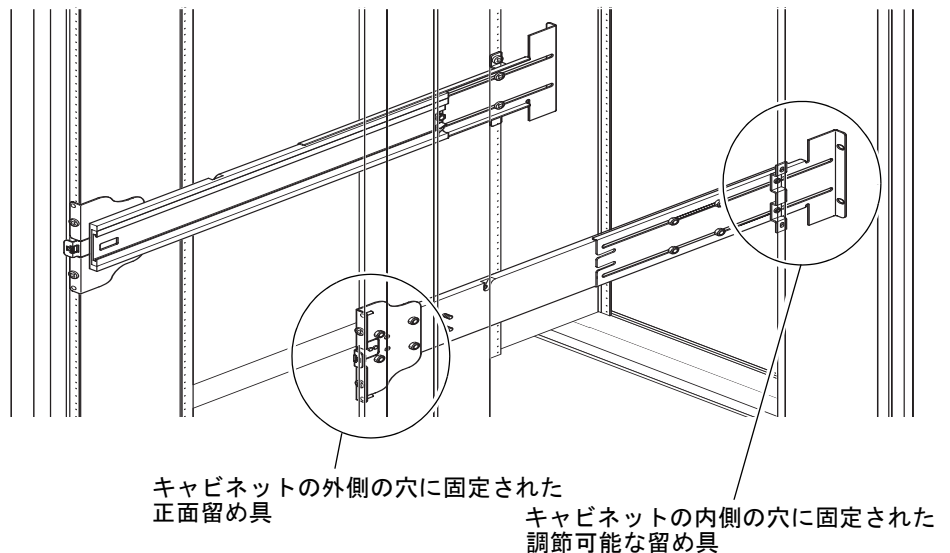

図 1-6 Sun Fire キャビネットでのスライドレールの取り付け
3. 正面留め具のピンをキャビネットの 22 番と 33 番の穴に差し込みます (図 1-6)。
3. 正面留め具のピンをキャビネットの 58 番と 69 番の穴に差し込みます (図 1-6)。留め具が固定されるまで、このピンが適切な位置で留め具を支えます。